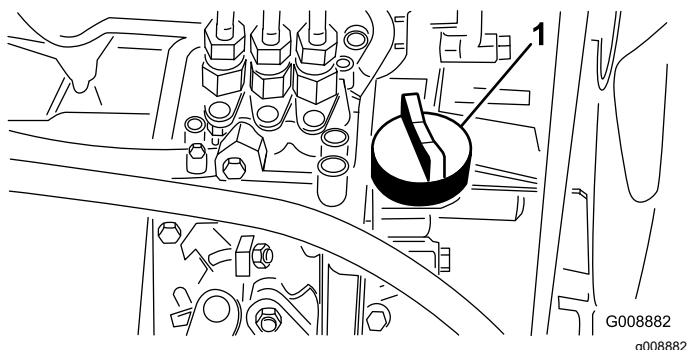

Figure 49
4. Si le niveau est bas, retirez le bouchon de remplissage (Figure 49) et versez progressivement de petites quantités d'huile, en vérifiant fréquemment le niveau, jusqu'à ce que l'huile atteigne le repère maximum sur la jauge.